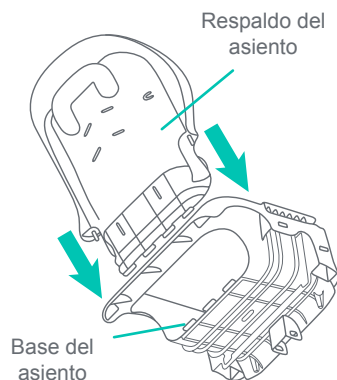
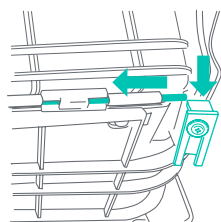

Fig. 2a
Fig. 2b
- 2) • Interseque la base del asiento con el respaldo del asiento en la articulación (Fig. 2a). Presione el pestillo hacia abajo para insertar la barra de bisagra a través del respaldo del asiento y la base del asiento (Fig. 2b).